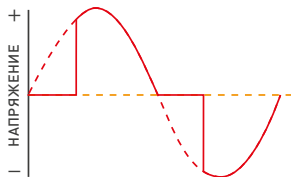

Рис. 2.
- 3.11. Светорегулятор работает по отсечке переднего фронта. Режим предназначен для работы с индуктивной нагрузкой, а также допускает использование резистивной нагрузки, например, ламп накаливания (рис. 2).